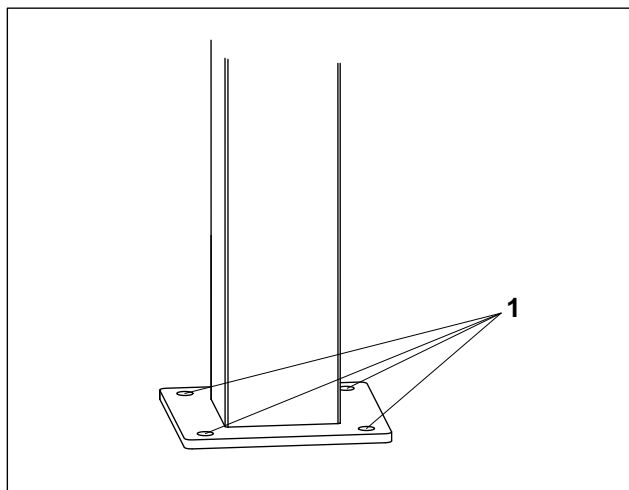

Afb. 1 Bevestiging van de adapterplaat
1. Bevestig de adapterplaat (afb. 1/1) met behulp van de vier meegeleverde schroeven met verzonken kop M6x16 (afb. 1/2) aan de zuil. Aanhaalmoment 7 Nm.